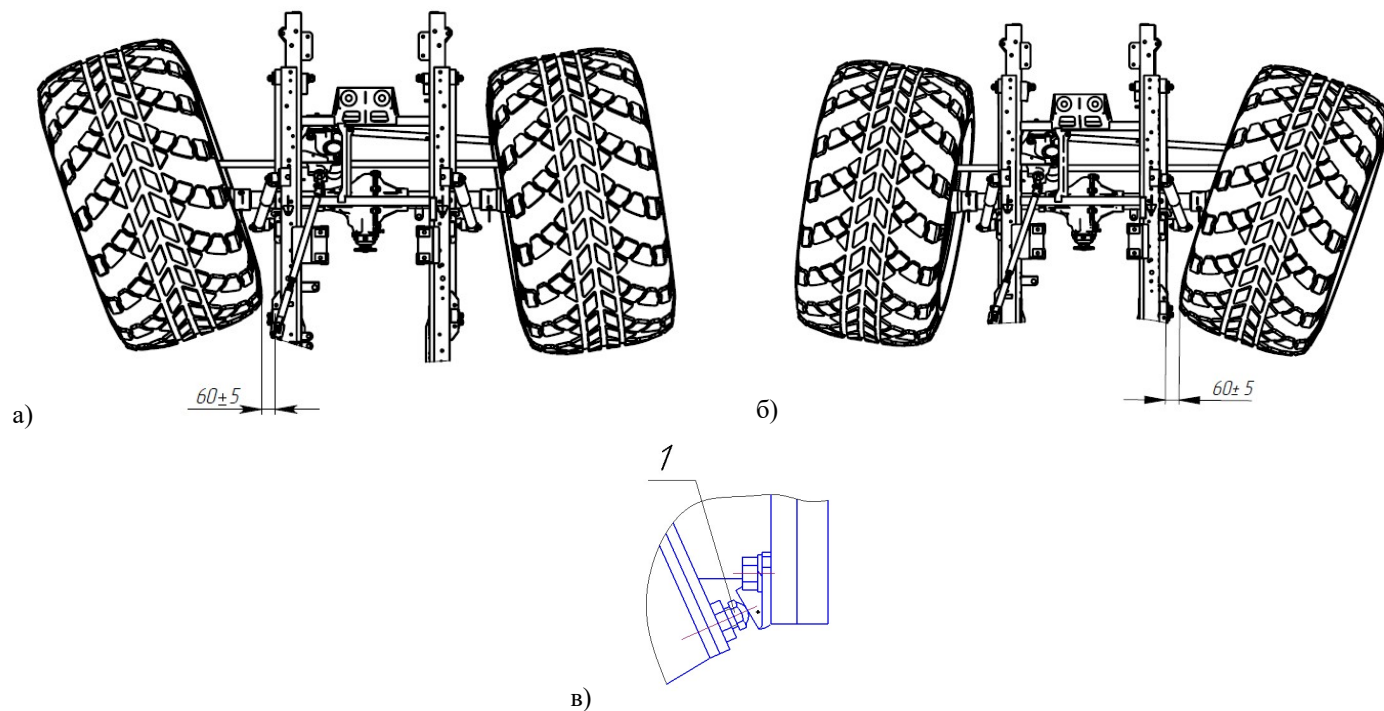

Рис. 6.25. Регулировка углов поворота колес.
Произвести регулировку углов поворота колес переднего моста влево (см. Рис. 6.25 а) и вправо (см. Рис. 6.25 б). Для этого регулировочные болты упоров-ограничителей (Рис. 6.25 в) поворота колес выставить таким образом, чтобы колеса по боковой поверхности шин сзади, при поворотах до упора в регулировочные болты, не доходили до боковых поверхностей рессор на $60 \pm 5 \text{ мм}$ (Редуктор КР, диск №3, шина 1280 – расстояние от боковой поверхности шин сзади до боковых поверхностей рессор – 115 мм).
13. При увеличенном зазоре от упорного болта 1 (рисунок 6.25) до балки (более 0,5...1 мм) (колеса ВТС стоят на
б) Поворачиваем руль до упора вправо. Вращаем упор ограничительного винта 1 против часовой стрелки, контролируя при этом расстояние между упорным болтом и упором (рисунок 6.25). Расстояние должно быть не более 0,5...1 мм.
в) Поворачиваем руль до упора влево. Вращаем упор ограничительного винта 2 против часовой стрелки, контролируя при этом расстояние между упорным болтом и упором (рисунок 6.25). Расстояние должно быть не более 0,5...1 мм..